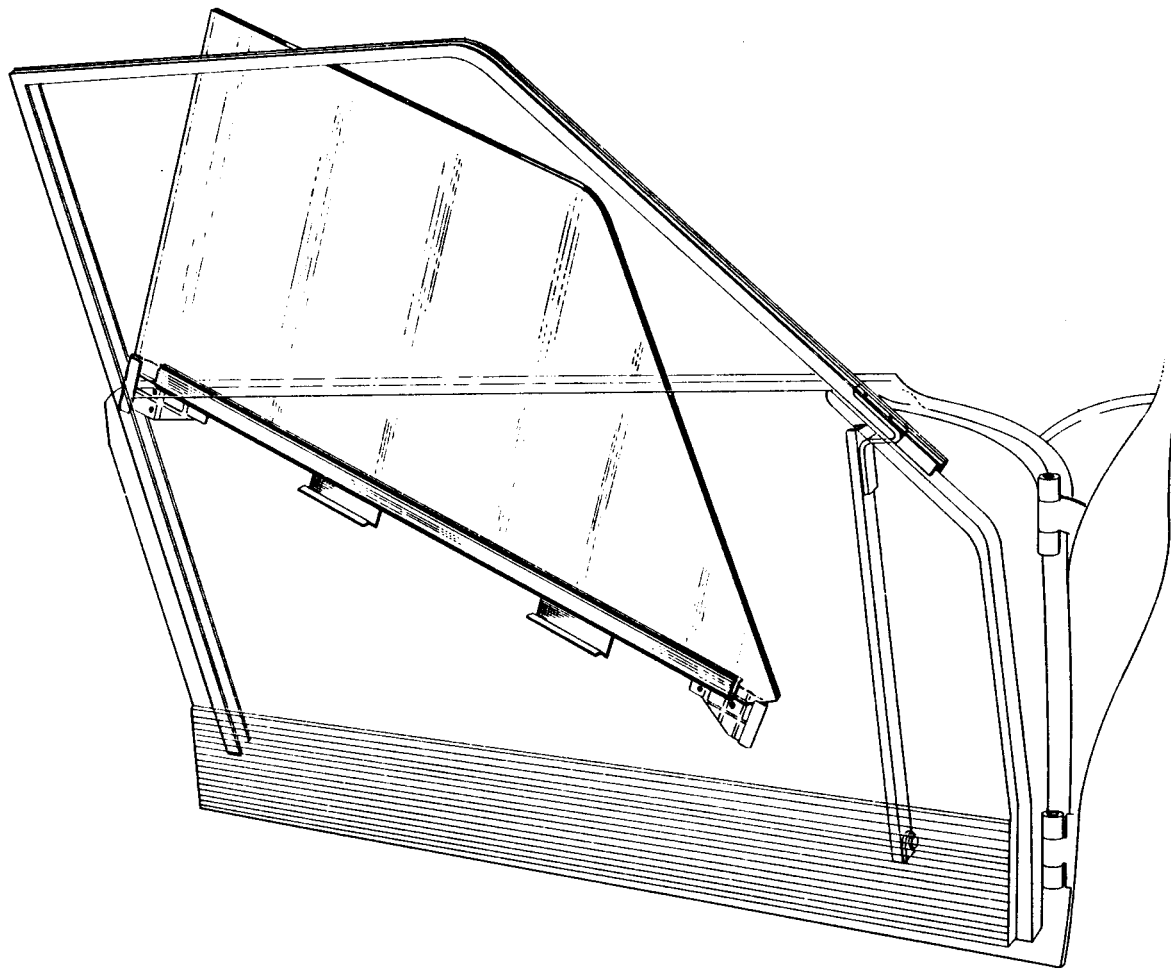

Fig. 15
- 6) Basculer la vitre vers l'avant de la porte (Fig. 15), puis la soulever verticalement dans cette position jusqu'à son dégagement complet.
- 7) Engager la vitre dans la porte par l'extérieur du cadre dans la position indiquée (Fig. 15), puis l'amener progressivement en position latérale. Engager le guide arrière (fixe) dans sa coulisse, le guide avant (réglable) dans sa coulisse, poser les deux vis et rondelles (7) fixant le guide, ne pas bloquer (*clé à pipe de 10*). S'assurer que la vitre soit bien en position latérale, puis maintenir le guide fixe et le guide mobile bien à fond dans leur coulisse, Bloquer les vis (7) dans cette position (*clé à pipe de 10*).